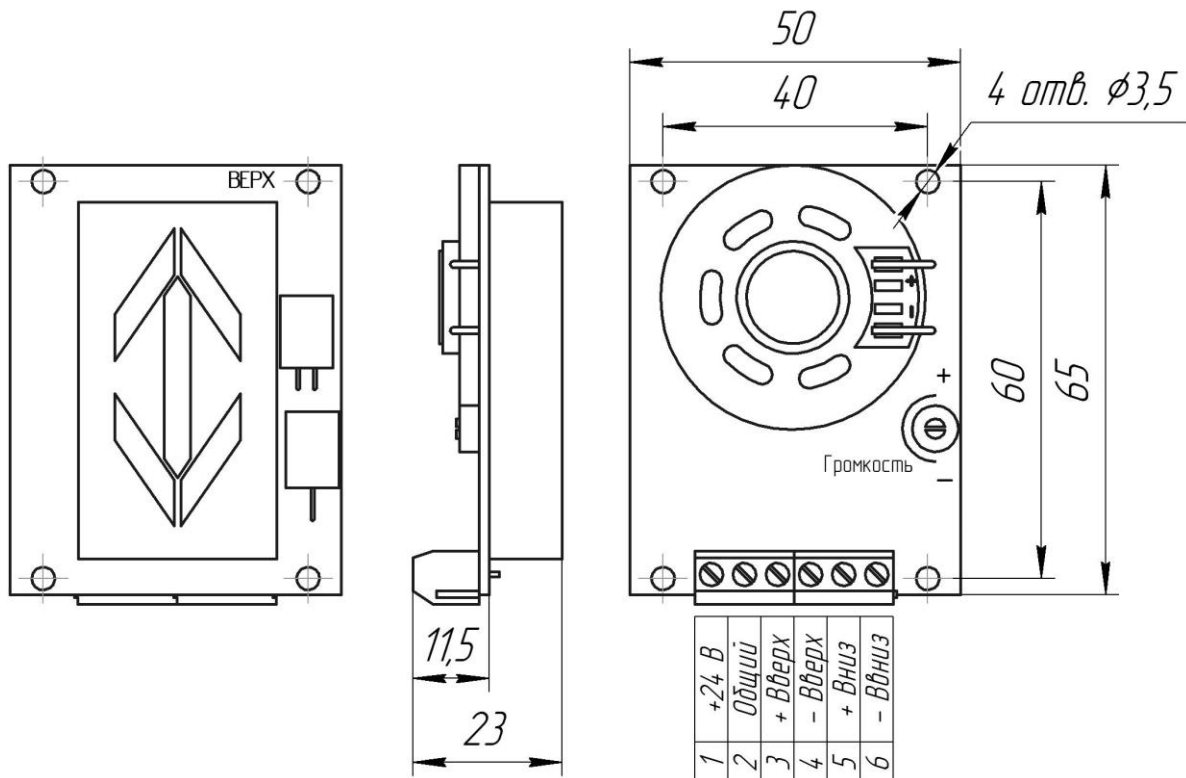

Рис.1. Габаритные и установочные размеры «Гамма-С»
4.1.3 Подключить в соответствии с таблицами 1 и 2 в зависимости от станции управления лифтом (ШУЛМ, УЛ или УКЛ). Назначение контактов разъема показаны на рис.1.